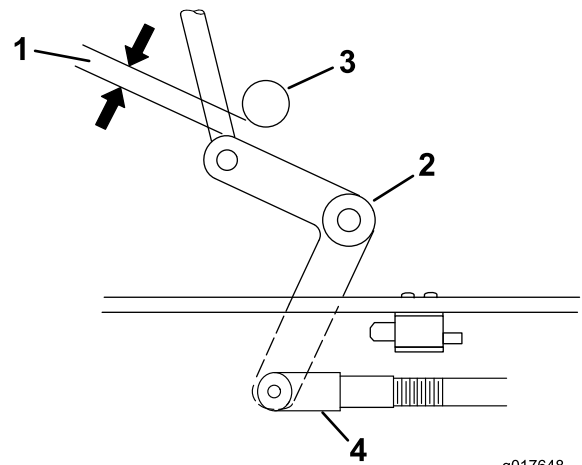

Figure 50
- Ajustez la longueur de la timonerie de sorte que l'extrémité la plus basse du levier coudé passe juste le renfort de support de l'essieu (Figure 50).
9. Desserrez l'écrou contre la chape (Figure 50).